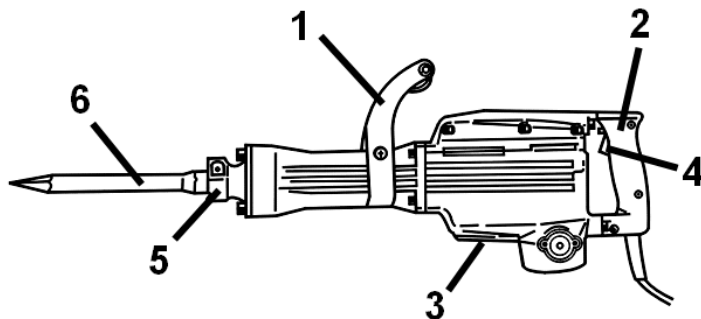

Рисунок 1
6.3.1 Замену смазки рекомендуется производить после каждых 3-6 месяцев эксплуатации (смотрите уровень через окно контроля (3, рисунок 1)). Рекомендуем замену смазки производить в ближайшем уполномоченном сервисном центре.